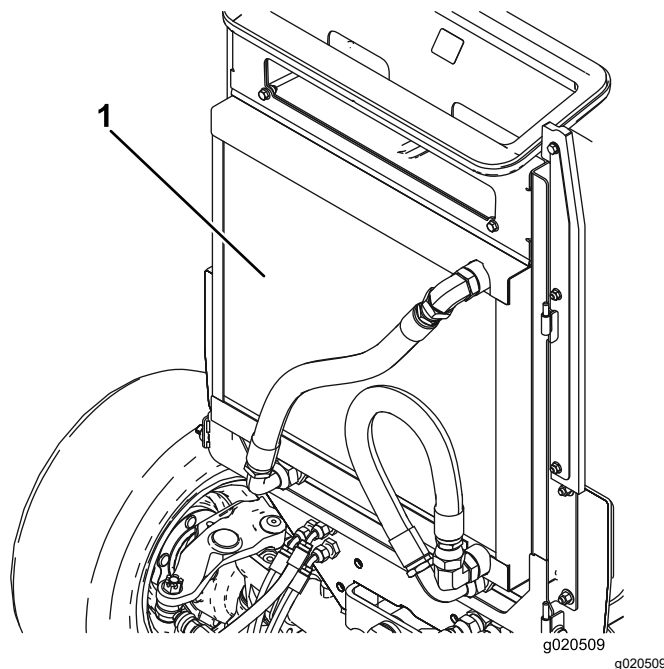

Bild 118
5. Reinigen Sie beide Seiten des Ölkühlers und des Kühlers gründlich mit Druckluft (Bild 118).